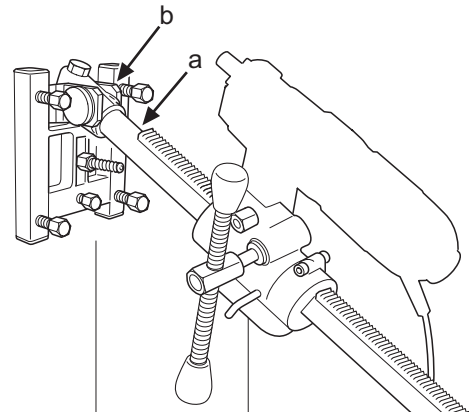

Fig.9
2. Borrpelaren monteras på fotplattans vinkelfäste. Drag åt låsskruven (a) med 8 mm insexnyckel (Fig. 9). Matarhuset vänds 180° och återmonteras på borrpelaren. Borrmaskinen återmonteras i snabbfästet. Borrpelaren kan roteras 360° och låses steglöst i respektive läge med låsskruven (a).
2. Boresøjlen monteres på fodpladens vinkelbeslag. Spænd låseskruen (a) med en 8 mm unbrakonøgle (Fig. 9). Fremføringshuset vendes 180° og genmonteres på boresøjlen. Boremaskinen genmonteres i lynkoblingen. Boresøjlen kan roteres 360° og låses trinløst i den enkelte stilling med låseskruen (a).
2. Borsøylen monteres på festeplatens vinkelfeste. Trekk til låseskruen (a) med 8 mm umbrakonøkkel (Fig. 9). Matarhuset vänds 180° og monteres på borsøylen igjen. Bormaskinen monteres tilbake i hurtigfestet. Borsøylen kan roteres 360° og låses trinløst i respektive stilling med låseskruen (a).